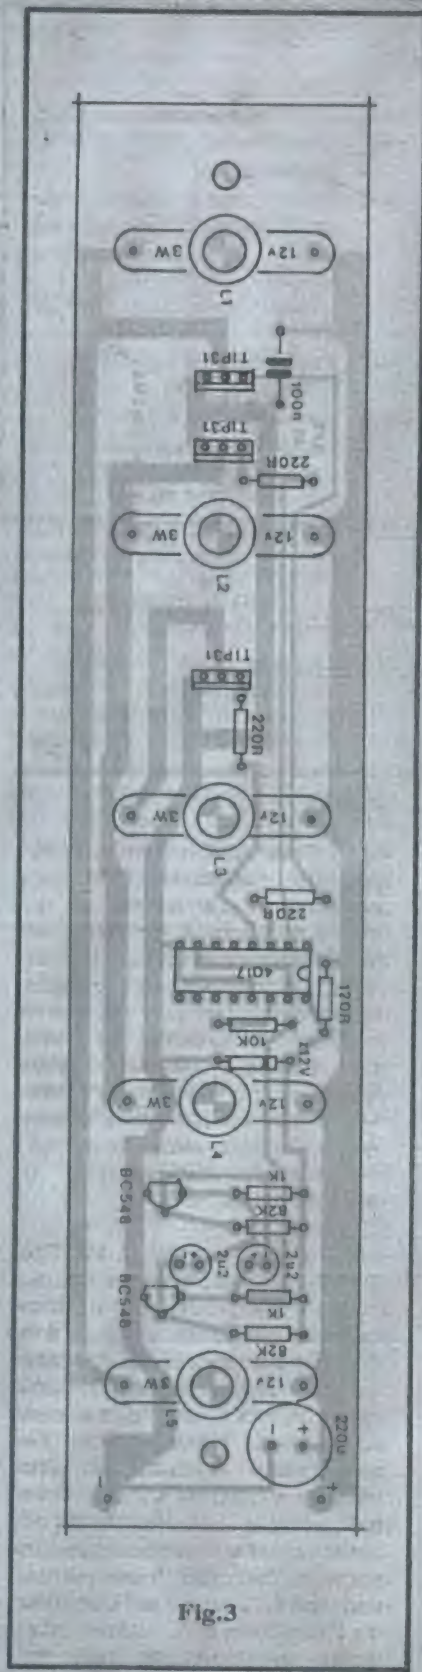

Fig. 3
- FIG. 3 - CHAPEADO DA MONTAGEM - A "tira" do Circuito Impresso é vista, na figura, pela face não cobreada, compo-